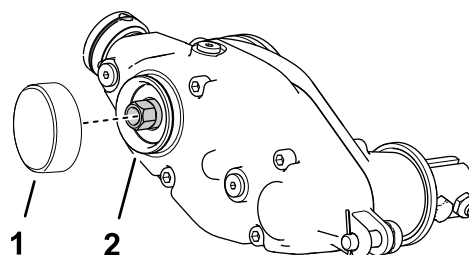

Figura 15
1. Aplique fijador de unión cilíndrica de resistencia media (como Loctite® 609 verde) alrededor de la ranura de la anilla a presión y en la superficie del diámetro externo (Figura 15).
2. Instale el tapón, tal y como se muestra en Figura 15.